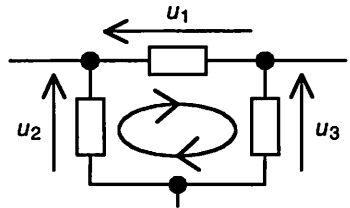

Figure 3.5 Maille M
1) La somme des tensions dans le sens de parcours de la maille est égale à la somme des tensions en sens inverse. Exemple (Fig. 3.5) :
2) La somme algébrique des tensions dans le sens de parcours d'une maille est nulle. Exemple (Fig. 3.5) :